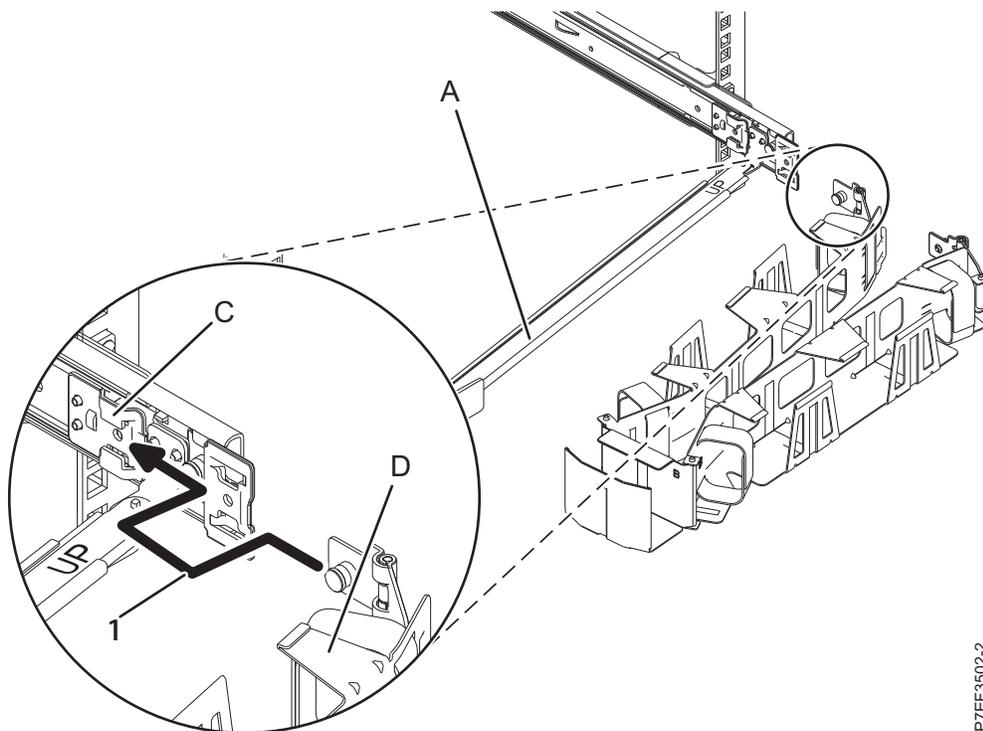
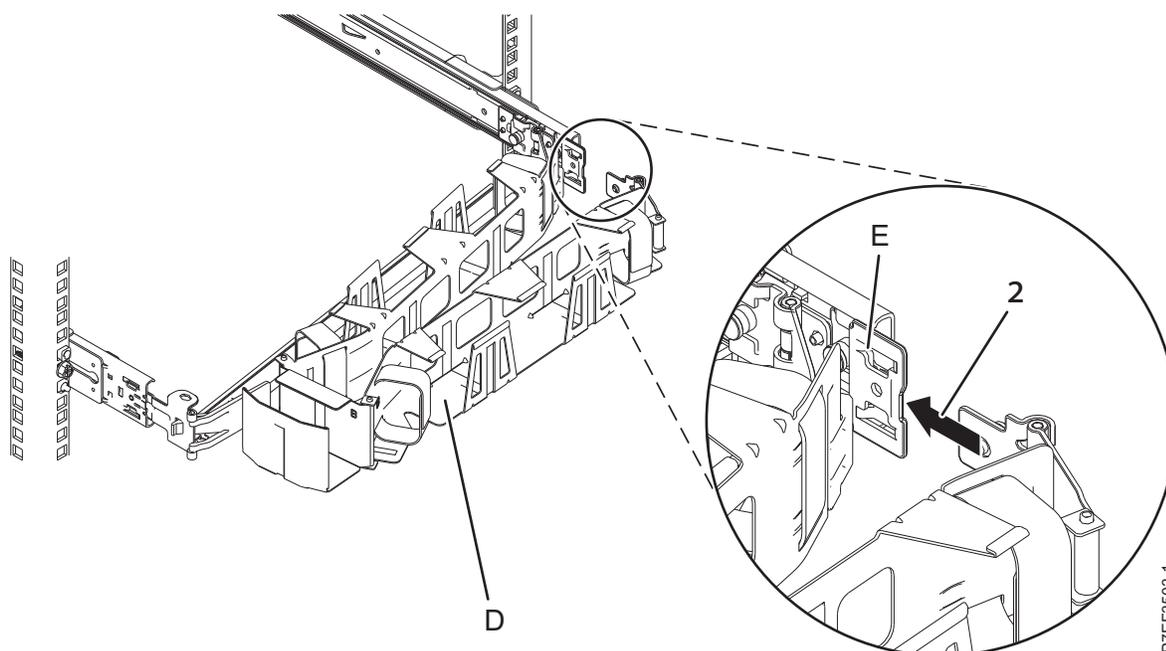

Figura 15. Deslizando a guia do suporte para organização de cabos no slot de suporte de montagem
Figura 16. Deslizando a outra guia do suporte para organização de cabos no suporte de extensão
7. Coloque o suporte para organização de cabos (**D**) no braço do suporte (**A**). Deslize a primeira braço de gerenciamento de cabo guia no slot no suporte de montagem (**C**). Empurre a guia até que a trava com mola se encaixe no lugar. Deslize o outro braço de gerenciamento de cabo guia no suporte de extensão (**E**) no lado externo do trilho deslizante da direita (**2**). Empurre a presilha até que a trava com mola se encaixe no lugar. Para obter detalhes, consulte Figura 15 na página 11 e Figura 16 na página 11.